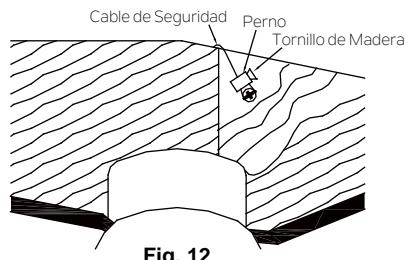

Fig. 12
**Paso 2.** Insertar el cable de seguridad a través del soporte de montaje y uno de los agujeros en la caja tormacorrientes en el techo. Ajuste la longitud del cable de seguridad para alcanzar el tornillo y las arandelas tirando del cable adicional a través de la abrazadera del cable hasta que la longitud total sea correcta, luego colocar el extremo del cable otra vez mediante la abrazadera del cable, formando un bucle en el extremo del cable . Apriete muy bien la abrazadera del cable. Ahora, coloque el lazo en el extremo del cable de seguridad sobre el tornillo de madera y debajo de la arandela. Apriete el tornillo para madera de forma segura (Fig. 12).